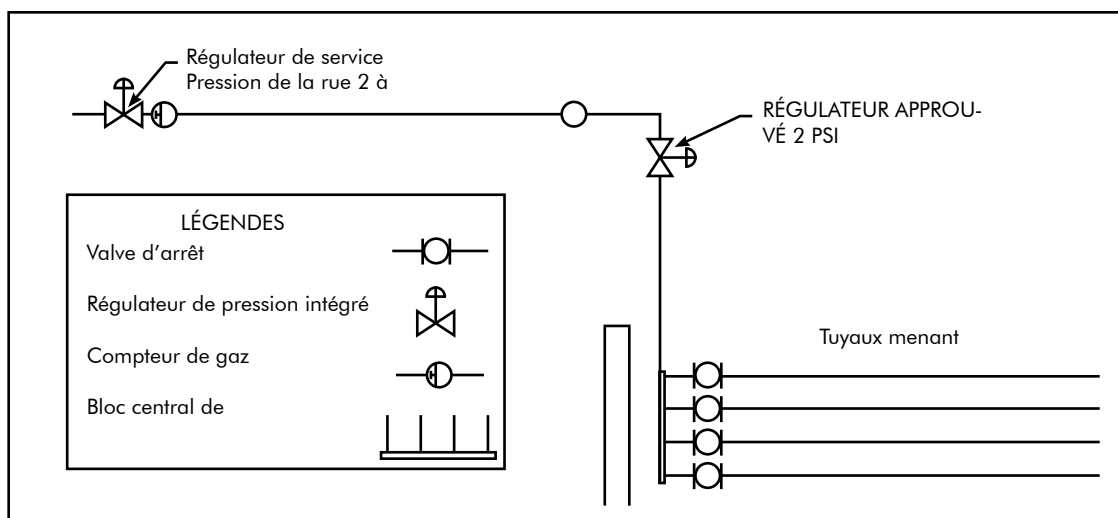

FIG. 2-1 Configuration à haute pression
3. Suivant la FIG. 2-1, le système haute pression peut être décrit comme suit :